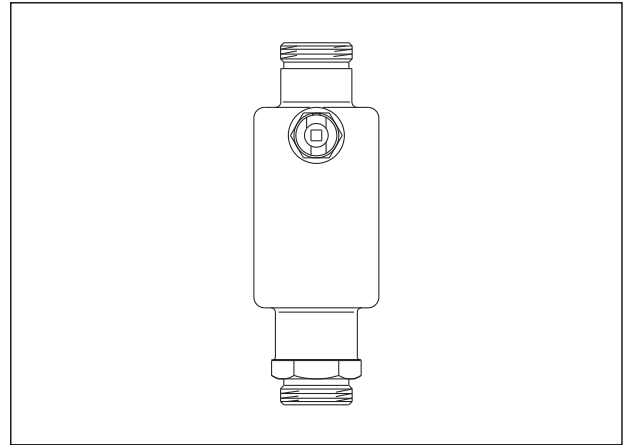

Bild 4: Entlüftertopf, OV Art.-Nr. 136 42 60
Nicht notwendig bei Verwendung eines Entlüftertopfes (siehe Bild 4) in Verbindung mit einer leistungsstarken Befüllpumpe (empfohlene Installation).
- Entlüftertopf für senkrechten Einbau in Rohrleitungen (siehe Bild 4)